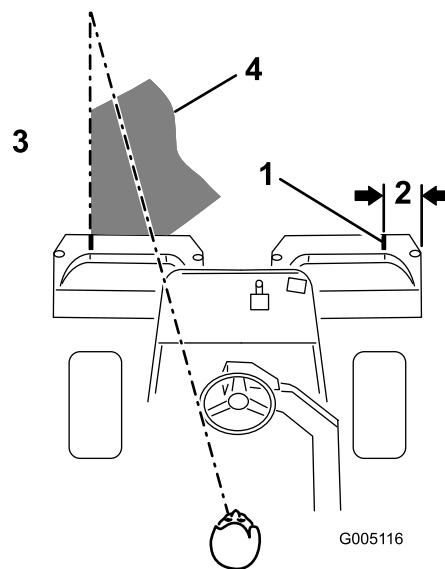

图 23
**注意：** 为了保持以直线方式穿过果岭、并使得机器与此前剪草的边缘保持等距，请在机器前到果岭未剪部分的边缘虚构一条长约 1.8~3m 的视线（图 23）。有人发现，将方向盘的外缘看作视线的一部分非常有用；即让方向盘边缘对准与机器前面始终保持等距的某个点。